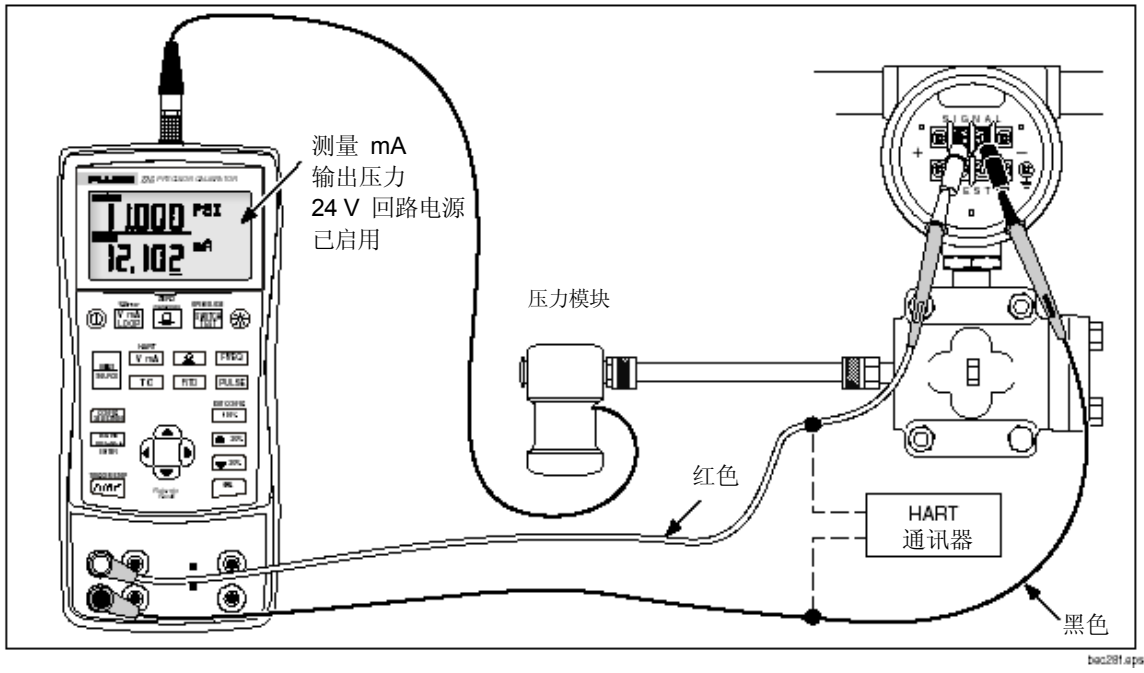

图 22 校准电流-压力 (I/P) 变送器
1. 如图 22 所示，将测试线与被测仪器相连。这种连接是对电流-压力变送器的模拟，用于测量相应输出压力。